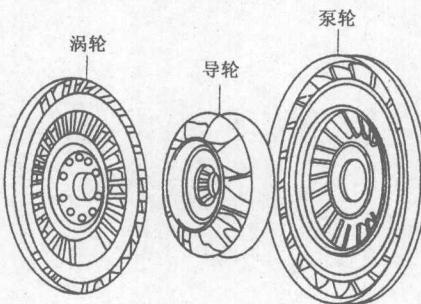

图 1.2 变矩器的组成
(1) 变矩器由泵轮、涡轮和导轮组成，如图 1.2 所示。其作用是柔和传递转矩，自动增大输出件的转矩 2~4 倍。变矩器的基本工作原理就像两台电扇对置时，一台电扇接电源，另一台不接电源，接电源的电扇通过气流可以吹动不接电源的电扇。变矩器泵轮相当于接通电源的电扇，变矩器的涡轮相当于未接电源的电扇，变矩器内的液压油相当于空气。